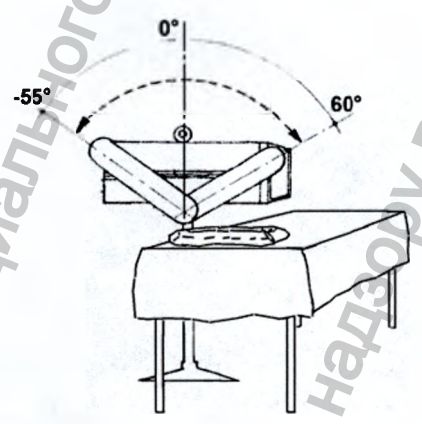

Рис. 25
- от 60° внутреннего вращения до -55° внешнего (рис.25)